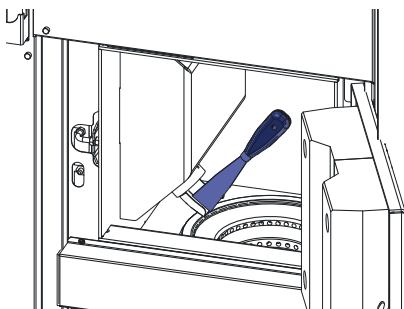

Fig. 39 Fallrinne reinigen
- ▶ Bei Bedarf Fallrinne mittels Spachtel innen reinigen – Fig. 39.